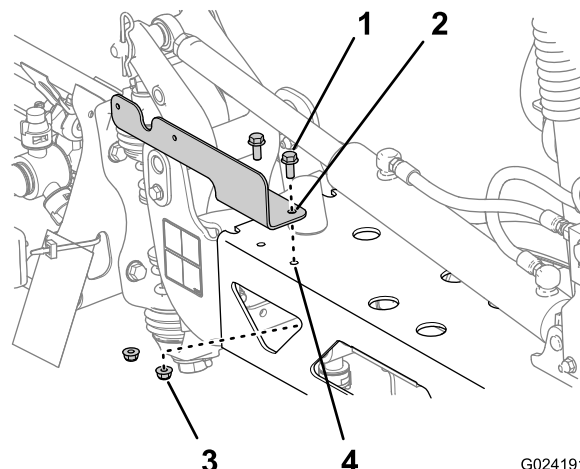

Figure 10
- Fixez le support au cadre au moyen des 2 boulons à embase (5/16 x 3/4 po) et 2 contre-écrous (5/16 po), comme montré à la Figure 10.